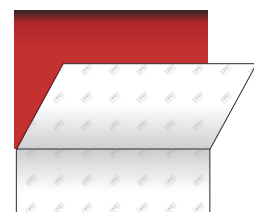

Abbildung 05
- › Schließlich das Scharnier entfernen, um für die weiteren Flächen mit dem Abziehen des Abdeckpapiers fortzufahren (siehe die darauffolgenden Absätze). (Abb. 05)